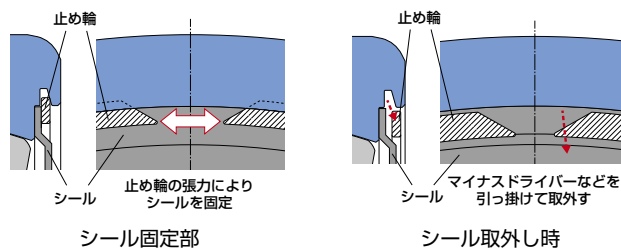

図4
- 止め輪の取付けは専用工具を使用せずに行うことが可能であり、取外し時には、マイナスドライバーなどを止め輪切り口に引っ掛けて取外すことが可能です。(図4)